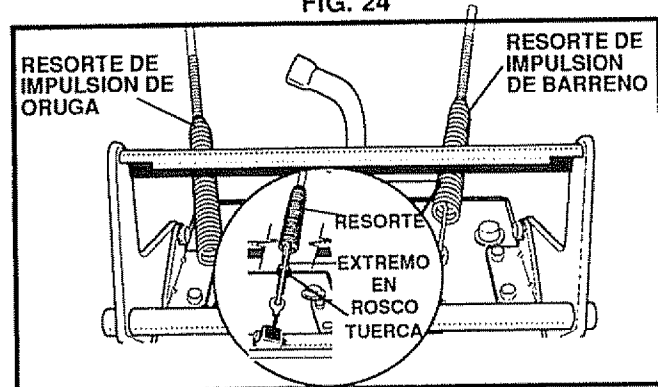

FIG. 25
- Empuje el cable a través del resorte (Véase Fig. 25) para exponer la porción roscada del cable.